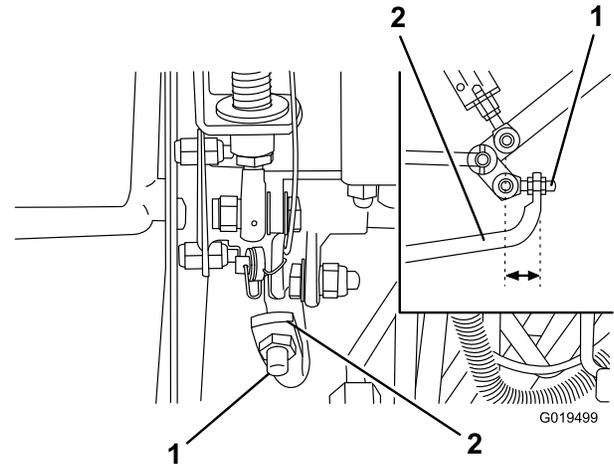

図 69
4. 前への動きを止めたい場合は、ポンプロッドの端部にあるジャムナットを回してポンプコントロールチューブ（図 69）を前へ動かす。後への動きを止めたい場合は、後へ動かす。